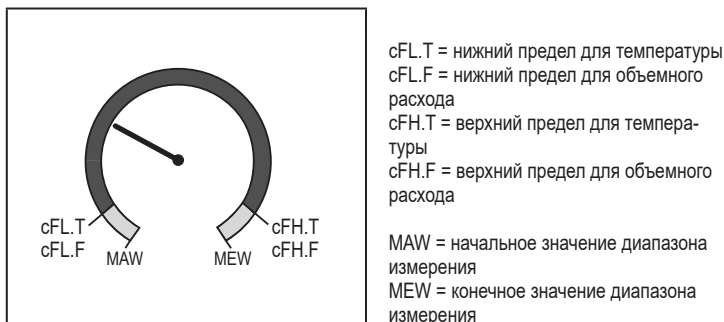

Рис. 9: Настройка цвета функции окна
- Изменение цвета дисплея с красного на зелёный и наоборот (Рис. 9):